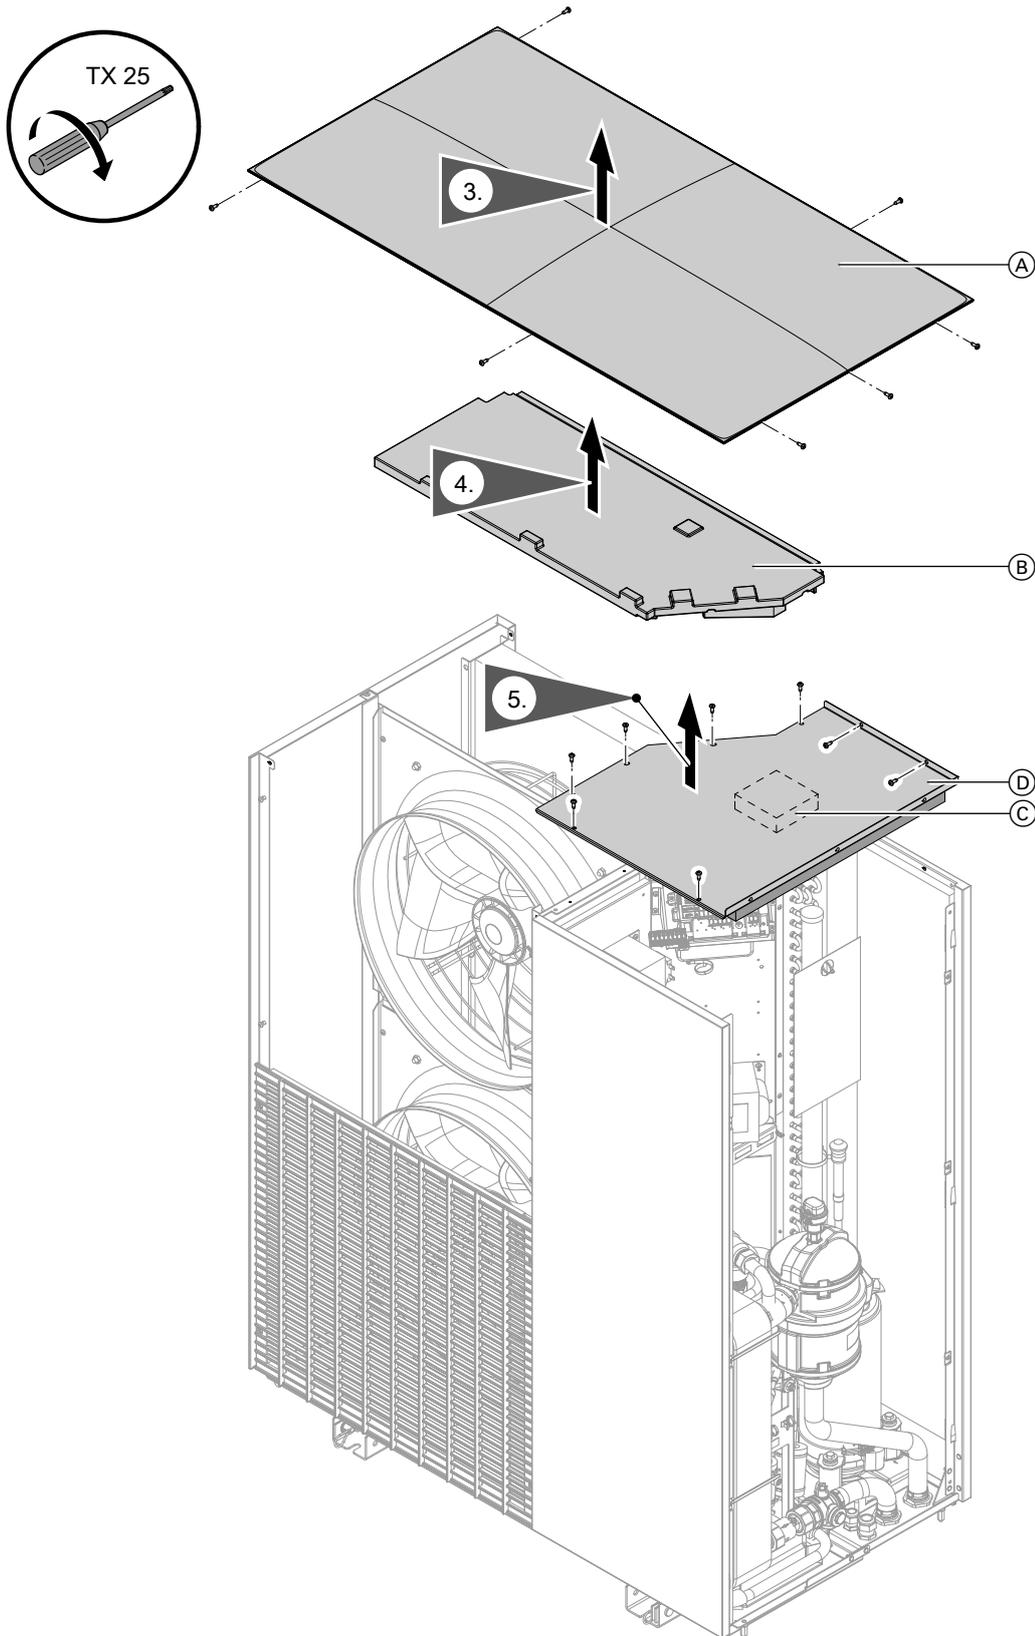

Fig. 94
3. Desmontar la tapa: Consultar Fig. 94.
2. Desmontar la tapa: Consultar Fig. 94.